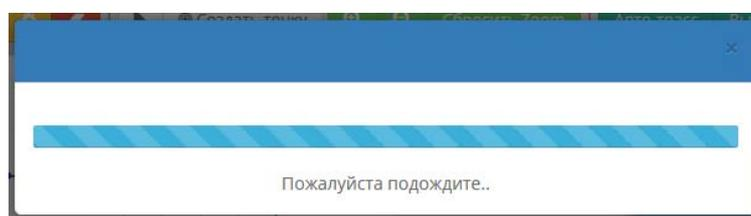

Рисунок 4.8.31 – Системный анализ изображения
Для создания кривой в полуавтоматическом режиме необходимо нажать ЛКМ на кнопку «Авто-трасс» (1), после этого привести курсор мыши на линию, изображающую данные диаграммы и нажать ЛКМ. Произойдет запуск системного анализа изображения машинным зрением (рис. 4.8.31).